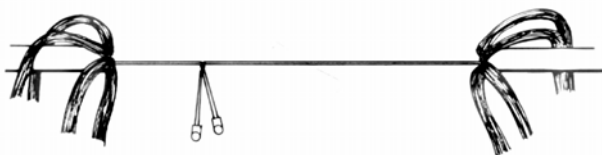

Рис. 5.6. Пара жил опрессована в соединителях
5.3.6. Ввести жилы в соединитель и опрессовать, как описано в п.п. 5.3.3, 5.3.4 (рис. 5.6).